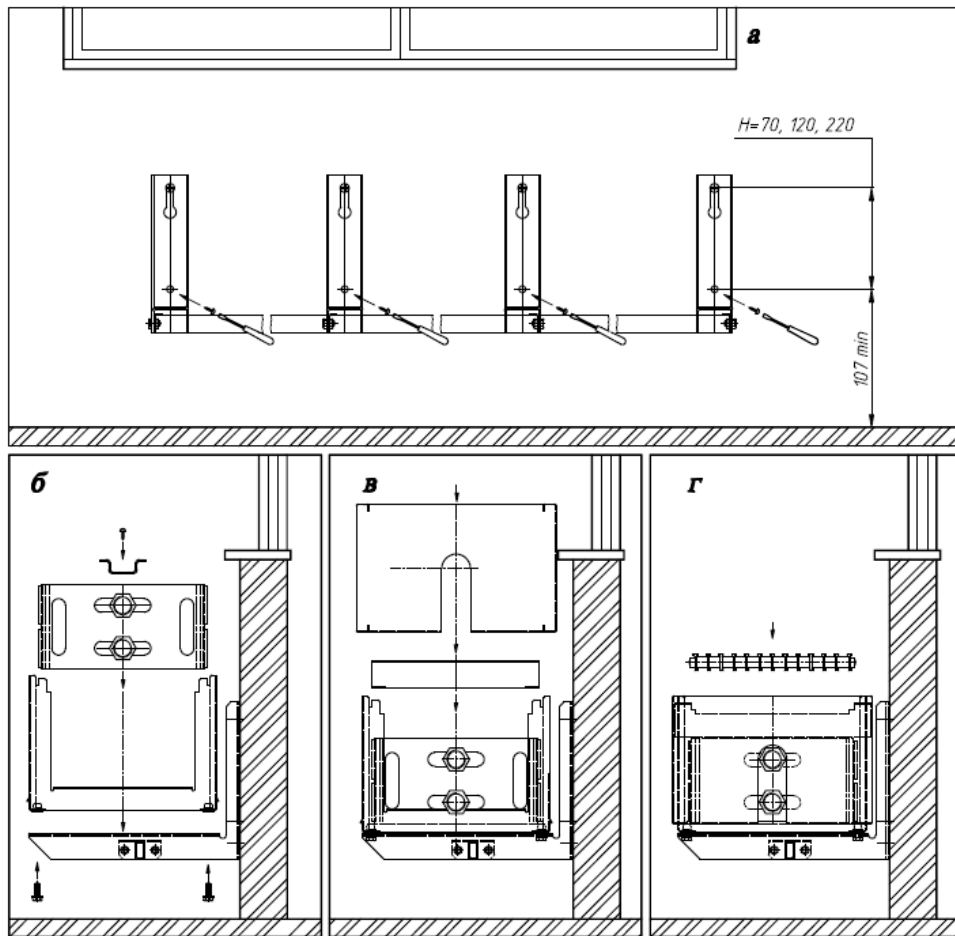

Рис.8
В настенном исполнении ввинтить верхние шурупы, навесить кронштейны со стяжкой на шурупы, затем установить нижние шурупы, закрепить, подтянуть верхние (рис. 8а).
- 5.9. Установить решётку, сверху заведя её за отгибы боковин, выставить посередине (рис.8г).